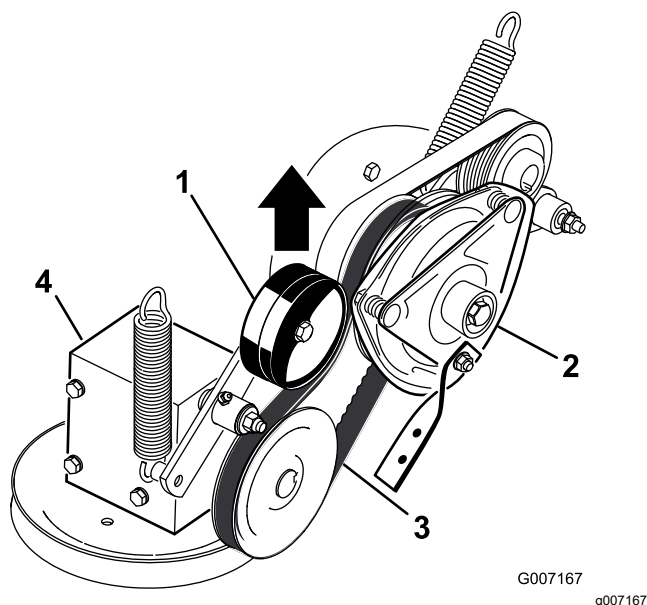

Figura 80
5. Puxe a polia intermédia da mola para a correia de transmissão da PTO e retire a correia da polia da embraiagem (**Figura 80**).
17. Puxe a polia intermédia da mola para a correia de transmissão da PTO e instale-a na polia da embraiagem (Figura 80).